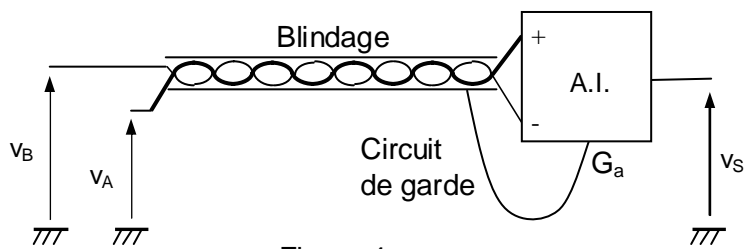

Figure 4
La tension de déséquilibre u_{AB} doit ensuite être amplifiée. Pour cela, on utilise un amplificateur d'instrumentation (figure 4 page 5).
2. Pour la transmission de la tension de déséquilibre du pont u_{AB} , on utilise un câble blindé constitué d'une paire de fils torsadés (figure 4 page 5). L'amplificateur d'instrumentation possède, en outre, une borne de garde G_a que l'on relie au blindage du câble (circuit de garde).